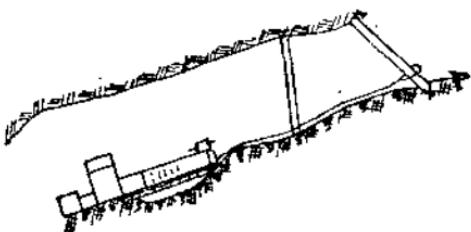

图 11
(4)如底板呈波浪地形的起伏很急、波幅短(3~5米)，除采用上述办法之外，为免漂盘，可装用底弯牙，为避免截底可以把下45°装用2~3倒牙，并放长2~3毫米，另外若凹处太深，则在凹处垫一些木板，使机器渡过，以免憋住截盘(如图11)。